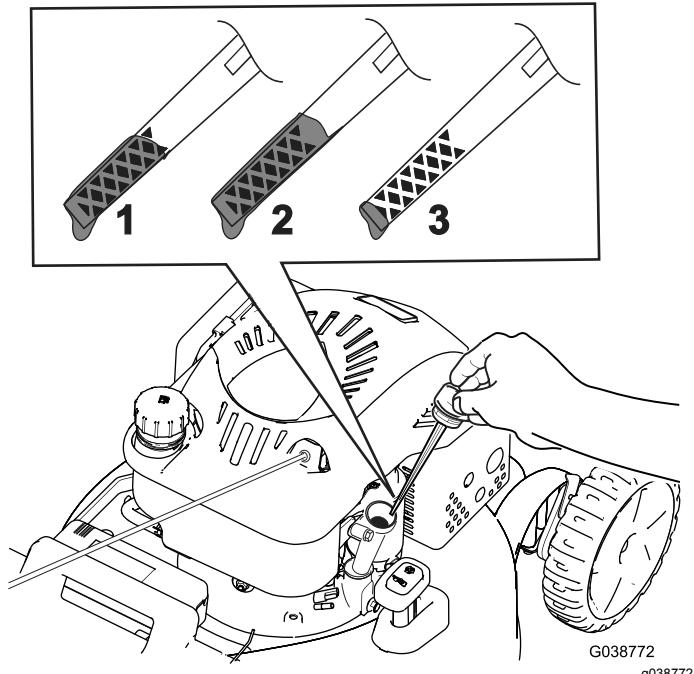

Figure 13
2. Tournez le bouchon dans le sens antihoraire et sortez la jauge (Figure 13).